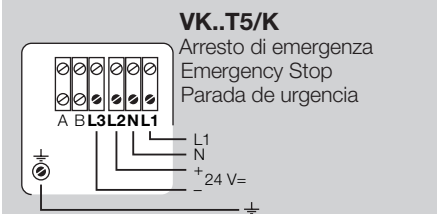

Fig. 5
- con 24 V= tensione di tenuta, VK..T5/K (opzione) (Fig. 5)
- with 24 V DC holding voltage, VK..T5/K (option) (Fig. 5)
- con tensión de retención de 24 V=, VK..T5/K (opcional) (Fig. 5).